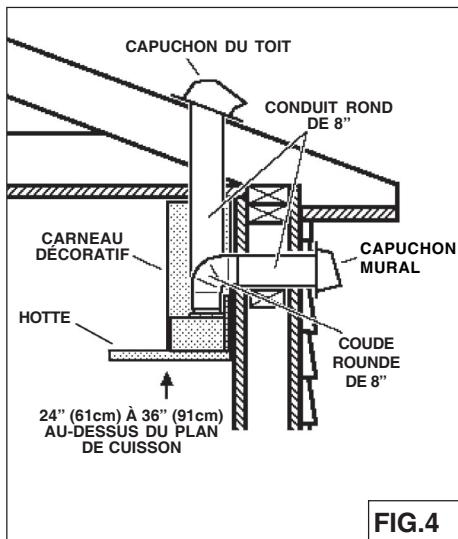

FIG.4
4. Installez un couvercle sur le toit ou au mur. Reliez un tuyau en métal rond de 8" WPPIQ (ou 10" WPPIQT) au couvercle et faites-le aller jusqu'à l'emplacement de votre hotte. Utiliser du ruban adhésif pour sceller les joints entre les sections de conduits (Fig.4).